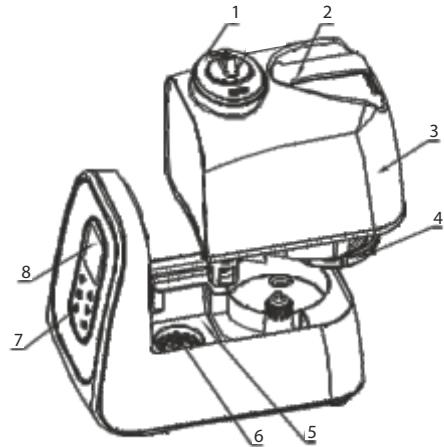

Рис. 1
4. ОПИСАНИЕ ПРИБОРА (Рис. 1,2)